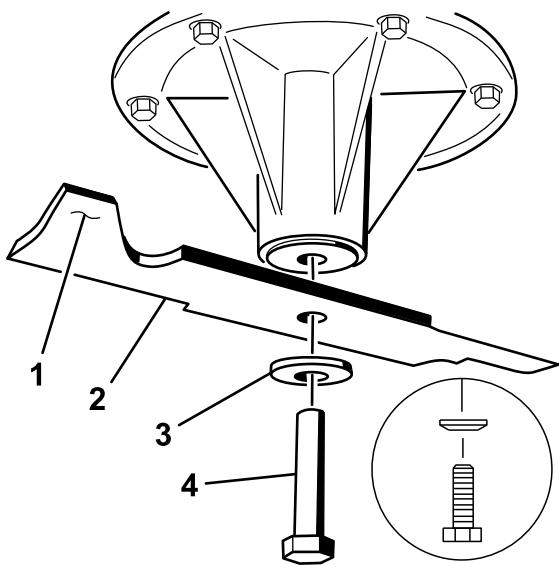

Figura 82
1. Montate la lama sull'asse del fusello (Figura 82).
2. Montate il disco elastico e il bullone della lama. Il cono del disco elastico deve essere rivolto in verso la testa del bullone (Figura 82). Serrate il bullone della lama a 115–149 Nm.